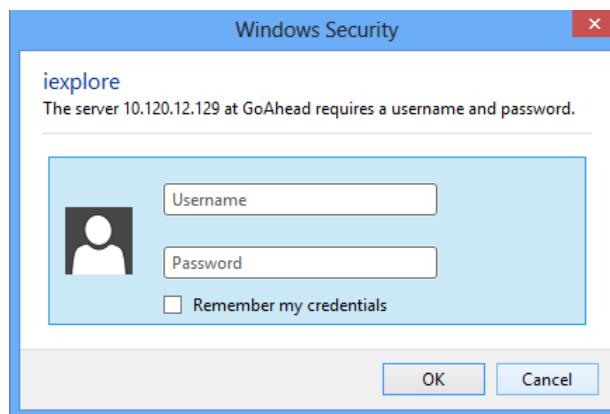

рисунок 41.2: Окно входа в систему
- 4 Нажмите кнопку *Continue*, чтобы открыть веб-интерфейс. Отобразится экран, подобный экрану, изображенному на рисунок 41.2.